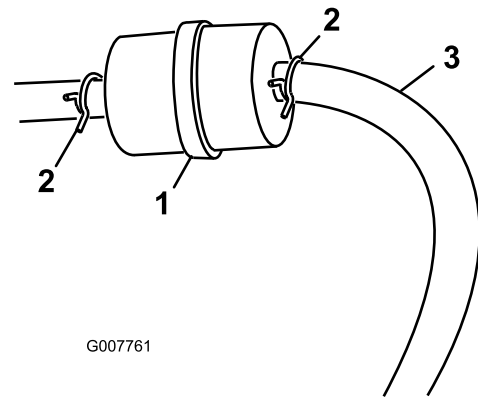

図 25
3. 古いフィルタのクランプをゆるめて脇に寄せる（図 25）。
5. 新しいフィルタをホースに取り付け、クランプで固定する（図 25）。
3. 燃料フィルタについているクランプをゆるめ、フィルタからはずらす（図 25）。
4. 燃料フィルタから燃料ホースを抜き取る（図 25）。
注 落ちてくるガソリンをガソリン容器または廃油受けに受ける（図 25）。
5. フィルタに燃料ホースをつなぎ、クランプで固定する（図 25）。